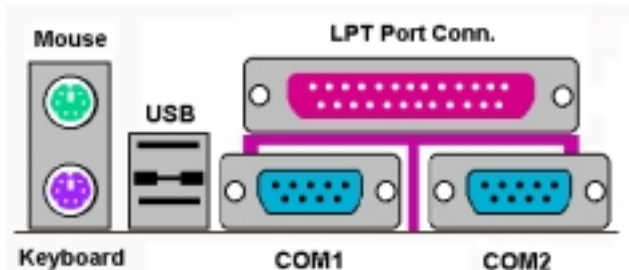

**Figure 2-10. Comment connecter une nappe ATA/66 et 100 à la carte mère**
- Chaque connecteur de la nappe Ultra ATA/66 et ATA/100 possède un petit détrompeur de polarisation situé sur la partie centrale du connecteur en plastique. Ceci permet de repérer l'orientation de branchement (pin #1 sur pin #1). Veuillez vous référer à la figure 2-10.